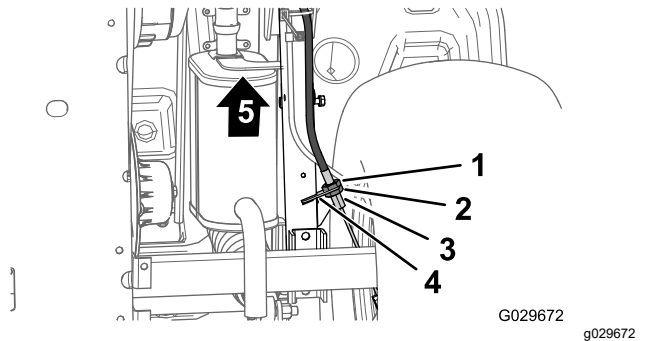

Figura 63
3. În partea de jos a mainii, slăbiți cu 4 ture contrapiulița din spate a elementului de reglare filetat al cablului frânei de parcare (Figura 63).
4. Strângeți contrapiulița față (Figura 63).
- A. Slăbiți cu 1 tură contrapiulița față (Figura 63) pentru elementul de reglare filetat al cablului frânei de parcare.
- B. Strângeți contrapiulița spate (Figura 63).
- A. Slăbiți cu 1 tură contrapiulița spate (Figura 63) pentru elementul de reglare filetat al cablului frânei de parcare.
- B. Strângeți contrapiulița față (Figura 63).